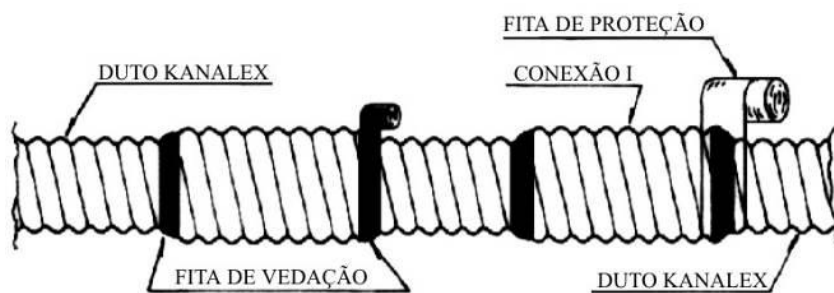

Figura 43
- Aplicar as fitas de vedação e de proteção (Figura 43).